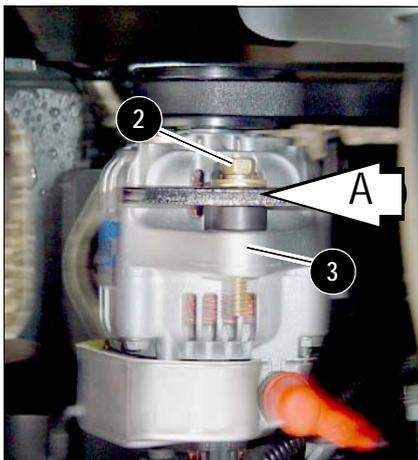

Fig. 17: Retensado de la correa
- ☞ Utilizando un medio auxiliar adecuado, mover el alternador de corriente trifásica en dirección de la flecha A hasta que se haya alcanzado la tensión correcta (Fig. 17)